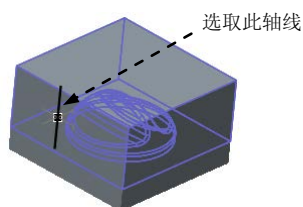
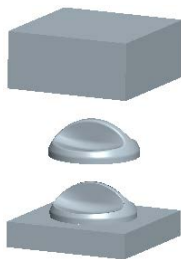

图 11.26 选取运动参考
图 11.27 分解视图
Step2. 移动上模。在图形区选取上模，然后拖动图 11.26 所示的轴线，拖动到图 11.27 所示的位置。
Step3. 移动下模。在图形区选取下模，然后拖动图 11.26 所示的轴线，拖动到图 11.27 所示的位置。